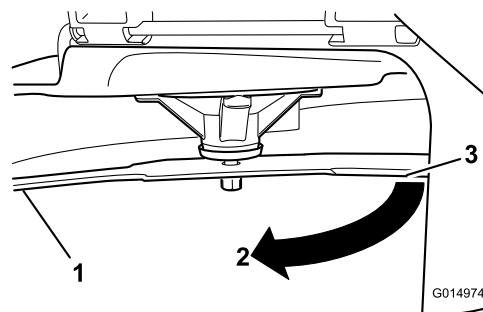

Figura 75
3. Distanza misurata tra la lama e la superficie (A)
4. Ruotate la stessa lama di 180 gradi in modo che il tagliente opposto si trovi ora nella stessa posizione (Figura 75).